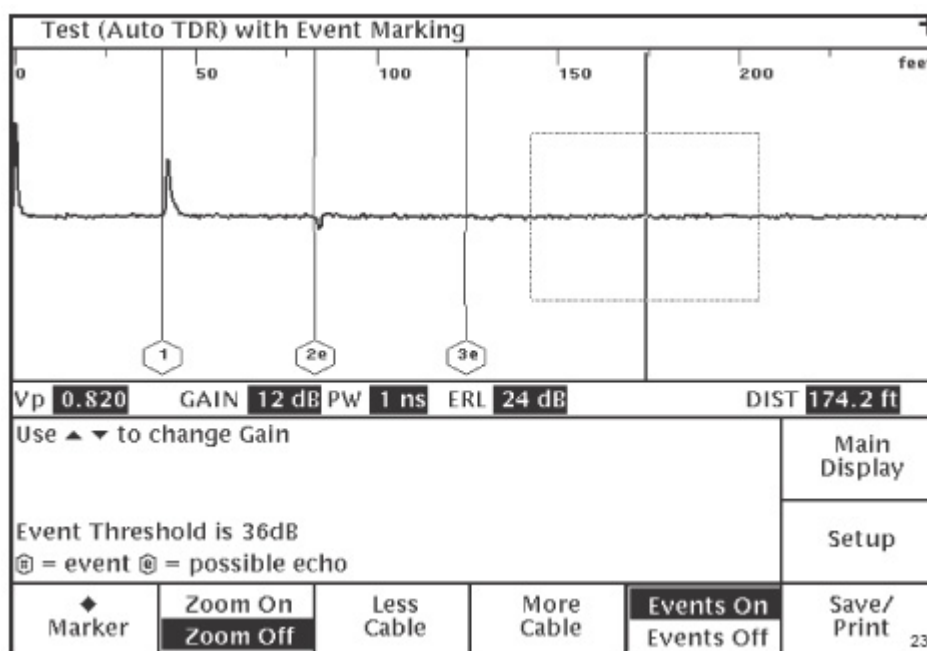

Рис. 4-8. Рефлектограмма (Auto TDR) с маркировкой событий
- Клавиши **Events On/Events Off** позволяют включить и выключить функцию "Auto Event Locator". Данная функция позволяет рефлектометру TV220 автоматически обнаруживать и маркировать события. Опция "Auto Event Locator Threshold" позволяет определить, какие неоднородности будут обнаруживаться, маркироваться и выводиться на дисплей рефлектометра. Для выбора желаемого порога обнаружения неоднородностей перейдите в меню "Setup - More Setups" (Настройка - дополнительные настройки) (рис. 3-8). При выборе настройки Events On события будут маркироваться с помощью вертикальной линии и номера в шестиугольнике. События, которые могут представлять собой эхо, маркируются буквой "e" после номера события. На рис. 4-8 показана рефлектограмма с маркированными событиями.